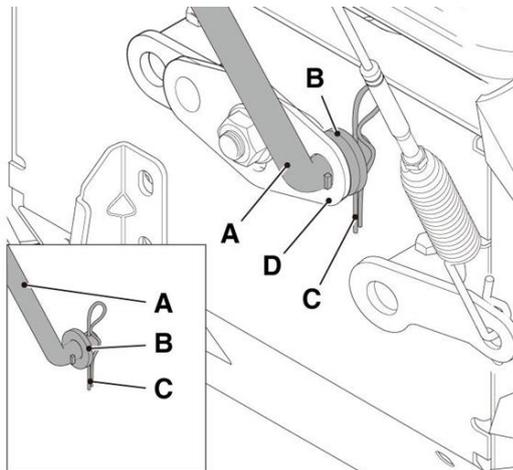

Abb. 4
3. Installieren Sie das Gangschaltungs-Gestänge unten an der Motoreinheit gemäß Abb. 4. Entfernen Sie hierzu den Splint C und die Federscheibe B, von Gestänge A, stecken das Gestänge A durch das Aufnahmeloch D und sichern Sie erst B und dann C von hinten.